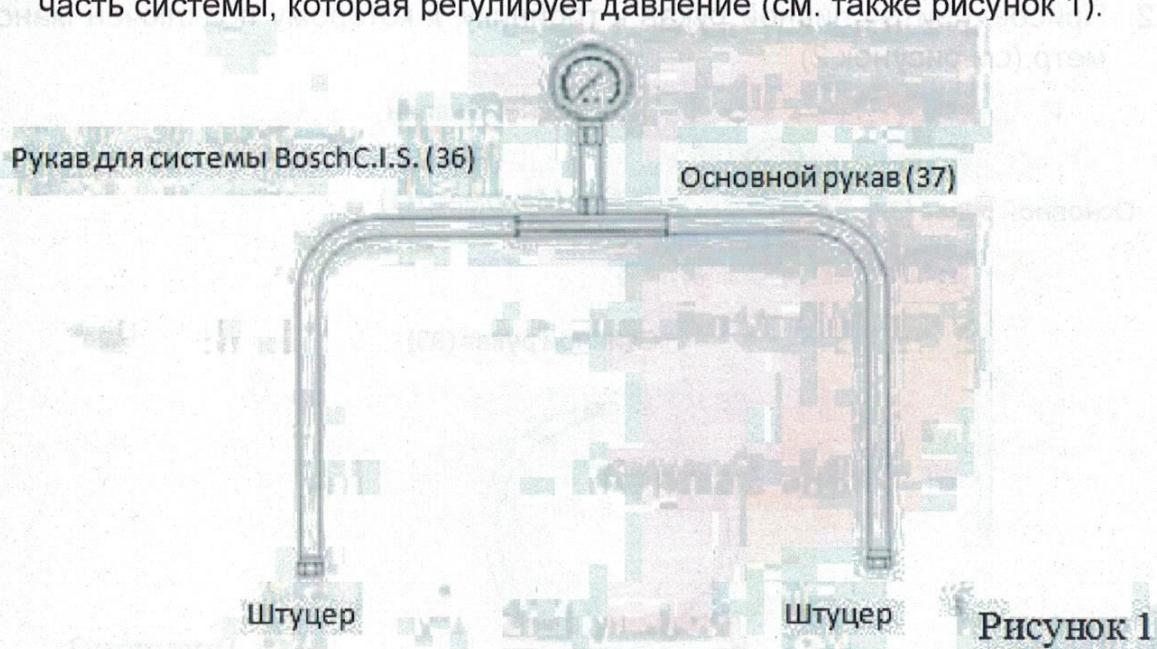

Рисунок 1
1. С помощью ключа уберите манометр (1) с тройником.
5. Подключите основной рукав к рукаву сброса давления. При этом могут потребоваться разные штуцера из набора. В результате получится часть системы, которая регулирует давление (см. также рисунок 1).